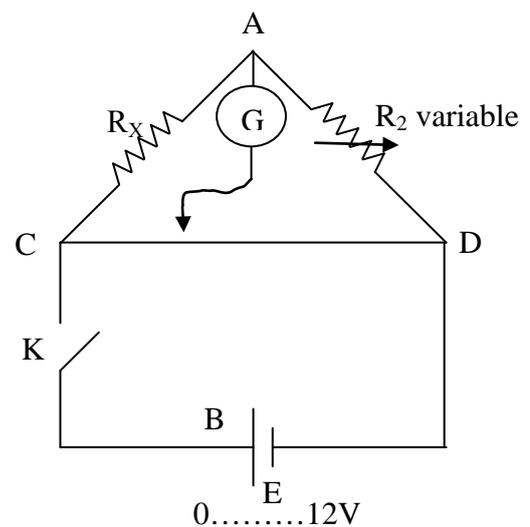

Figure 4
a) Réaliser le montage de la figure 4.